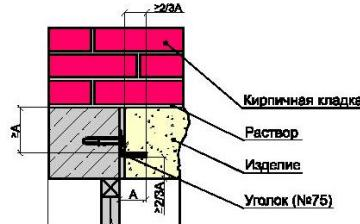

Рис. 9.
– при закладке рядовых перемычек из архикамня используют элементы с закладной частью не менее 150 мм, а устройство несущего стального пояса и формирование паза в элементе выполняют в соответствии с рис. 9;